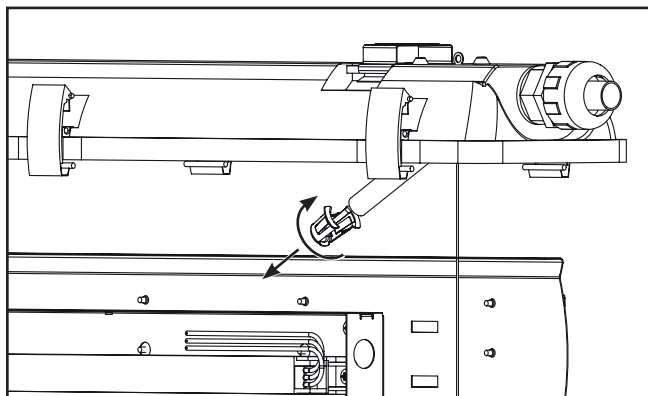

Figure 10.
11. Dévissez l'agrafe du conduit métallique souple et mettez-la de côté. (Figure 10)